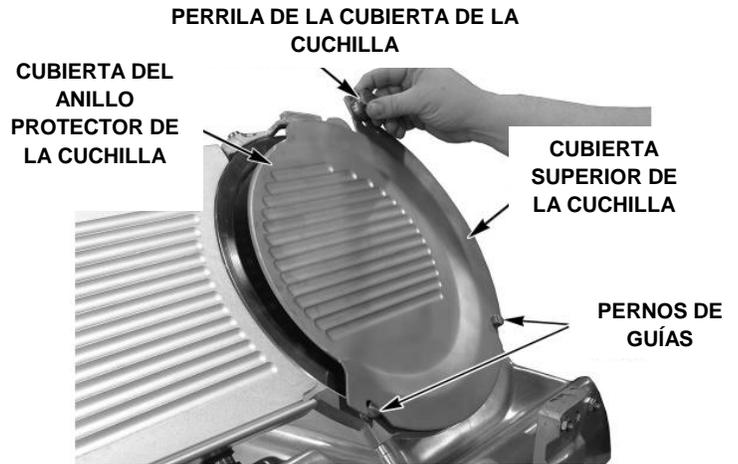

Fig. 9
- Retire la cubierta superior de la cuchilla (Fig. 9) jalando la perilla de la cubierta. La cubierta está soldada en su lugar por un imán debajo de dicha perilla.